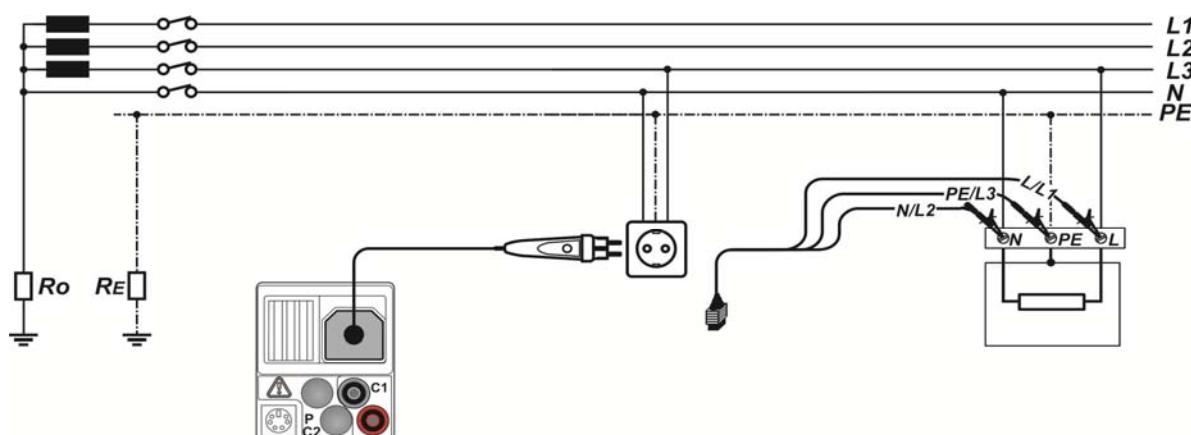

Рисунок 5.27: Подключение штепсельного щупа «plug commander» и 3-х проводного тестового кабеля
- и *Рисунок 5.27: Подключение штепсельного щупа «plug commander» и 3-х проводного тестового кабеля*